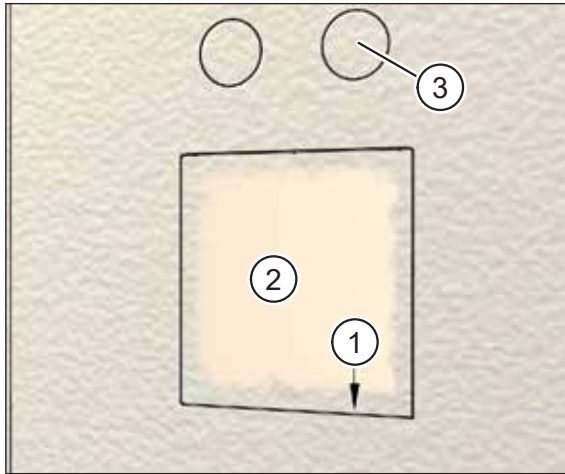

Abb. 38: Montageset innen verputzt
- ▶ Ritzen Sie mit einem Messer den Putz an der Innenseite des Putzrahmens (Pos. 1 in Abb. 38) ein.
- ▶ Entfernen Sie vorsichtig den Putzschutzdeckel (Pos. 2 in Abb. 38) und den darunter liegenden Schutzdeckel.
- ▶ Ritzen Sie mit einem Messer den Putz innerhalb der Zu- und Abluftöffnungen (Pos. 3 in Abb. 38) ein und entfernen Sie das Klebeband mit dem Putz.